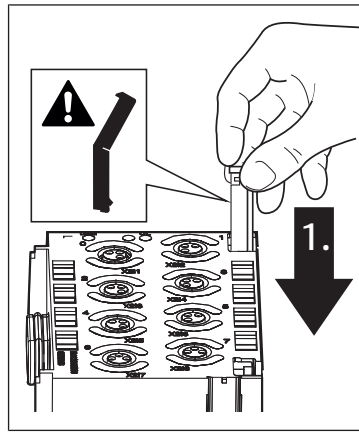

Bild 8: Sätta i fjäderklämma
- Placera de medföljande fjäderklämmorna på I/O-modulen och tryck in dem i spåret tills de hakar i (se Bild 8: Sätta i fjäderklämma). Nu sitter fjäderklämmorna på ett självålsande sätt.